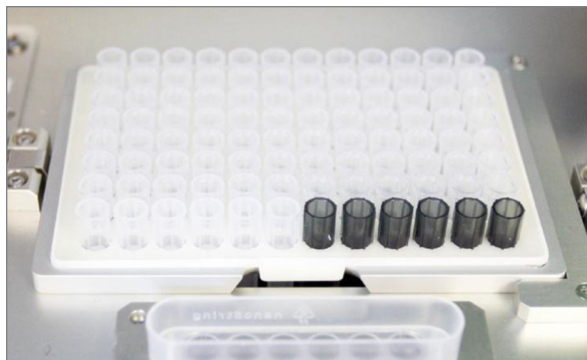

FIGURE 5.14 : Mise en place du portoir contenant les embouts de pipette et les poinçons d'aluminium
- c. Remettre en place le support d'embouts métallique chargé sur le plateau de la Prep Station en veillant à ce que les poinçons d'aluminium soient au plus près de l'avant du plateau (**FIGURE 5.14**).